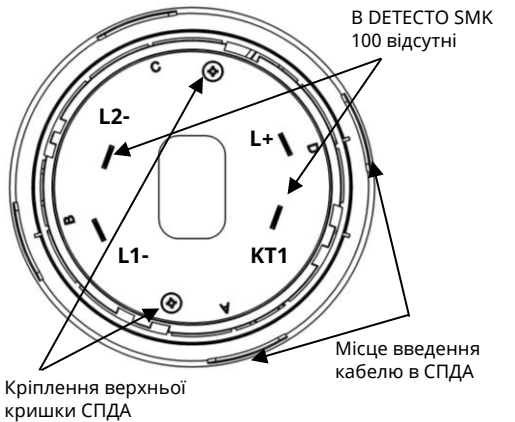
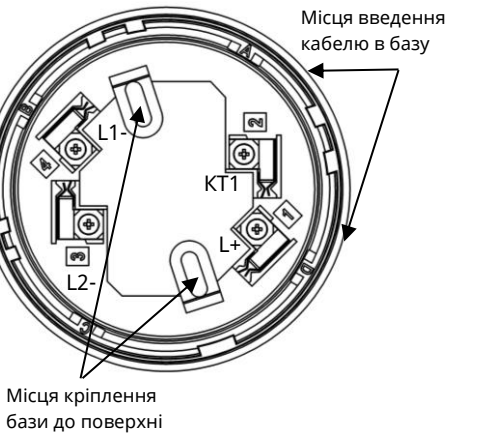

Рисунок 3.1 – Вигляд СПДА з боку контактів
Рисунок 4.1 – Розташування клем на базі СПДА
- 2) викрутити 2 шурупи з боку контактів на корпусі сповіщувача (Рис. 3.1) і зняти верхню кришку;
- 2) встановити базу на рівній поверхні, прикріпити шурупами або гвинтами згідно з Рис. 4.1, після затягування яких база не повинна бути деформована;
- 3) закріпити дроти АІ в гвинтових клемах бази відповідно до Рис. 4.1 і таблиці 3.1. В базі СПДА DETECTO SMK110 чотири клемми, в СПДА DETECTO SMK100 – дві клемми;
4.3 Для випадків, коли кабель всередину бази заводять збоку, в самій базі та в кришці СПДА передбачені вікна, потрібні з яких вирізають. Ці вікна промарковані літерами «А», «В», «С», «D» (Рис. 3.1, Рис. 4.1).